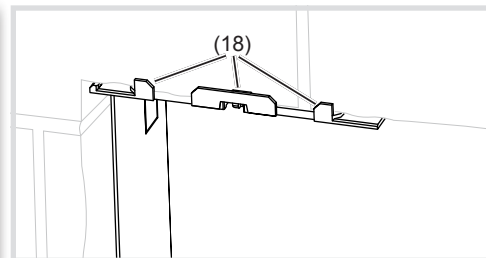

Bild 5: Einbauposition der Befestigungselemente
- (16) Steckschlüssel 5,5 mm
- (17) Befestigungselemente
- Die Aufhangelwinkel (18) der Befestigungselemente müssen auf der Wandoberfläche aufliegen (Bild 5).